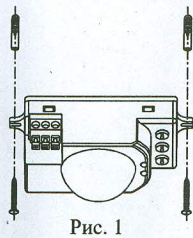

Рис. 1
4.3. Зафиксировать датчик в выбранном положении, используя винты (см. рис. 1).